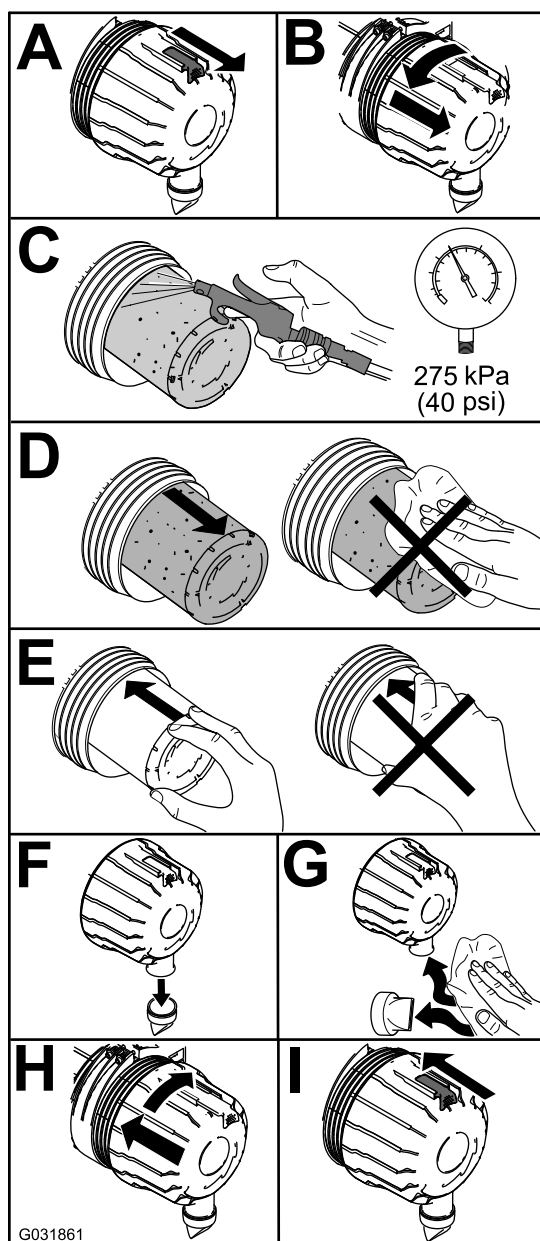

Figure 59
1. Remplacez le filtre à air (Figure 59).